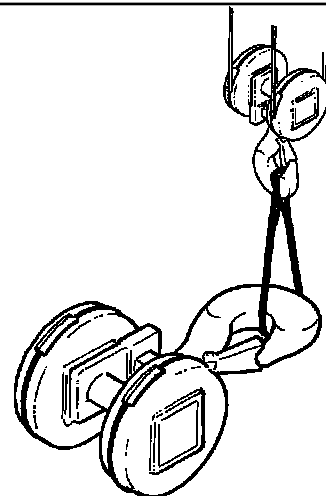

Abb. 46
3. Befreien Sie die Hakenflasche dort, wo sie als eigenes Frachtstück geliefert und nicht schon am Flaschenzug montiert ist, von den Umschnürungen und positionieren Sie sie auf dem Boden. Achten Sie darauf, dass die Hakenflasche mit den geeigneten Mitteln angehoben wird, wenn ihr Gewicht 30 kg überschreitet (ist dies der Fall, wird die Masse an der Hakenflasche angeführt). Verwenden Sie bei der manuellen Handhabung immer den Haken als Anschlag- bzw. Greifpunkt (Abb. 46).